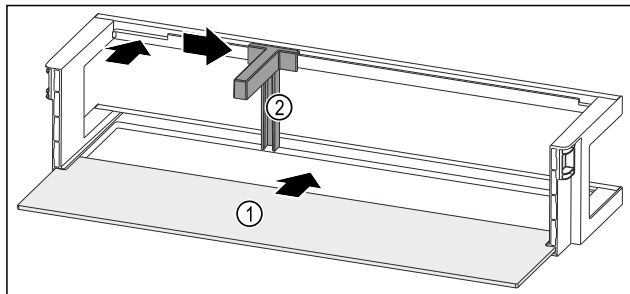

Fig. 85 Dørhylde med hylde
- Skub hylden Fig. 85 (1) ind i udsparringerne i siden.
- Indsæt flaskeholderen Fig. 85 (2) i udsparringen.
- Skub flaskeholderen Fig. 85 (2) til siden til den ønskede position.